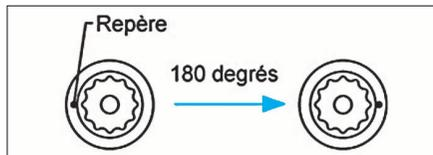

FIG. 76
• Faire un repère sur toutes les vis de culasse, puis les serrer de 180° (Fig.76).